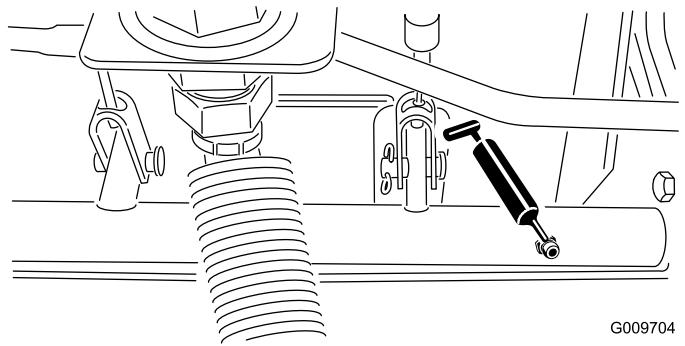

図36
- 図36に示す、ブレーキシャフトのピボットのベアリング5ヶ所